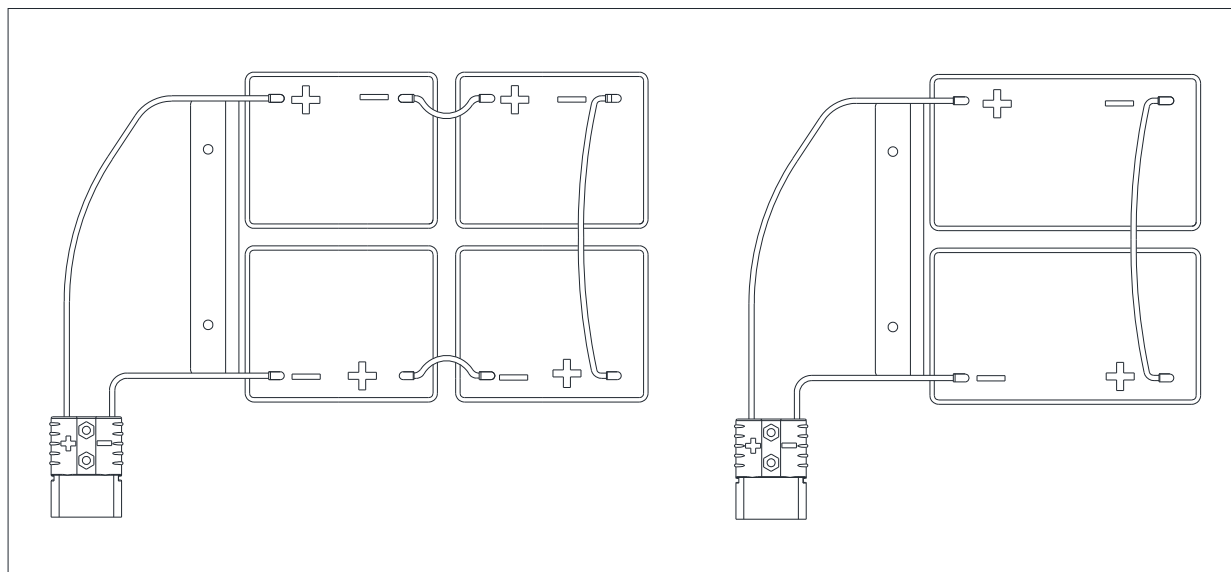

Рисунок 3
5. Направьте и установите кабель батарей, как показано на (Рисунок 3), затем аккуратно зафиксируйте гайку на каждом терминале батарей. Подключите батареи к разъему на машине